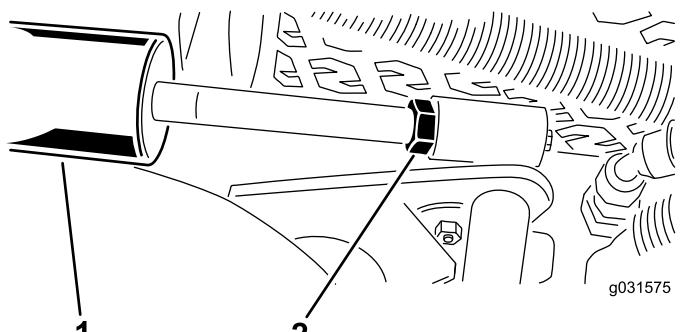

図 16
- A. カッティングユニットを降下させ、シリンダについているジャムナットを戻す図16。